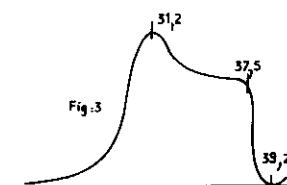

Fig. 6
- Régler 239 pour augmenter l'amplitude. (fig. 6)